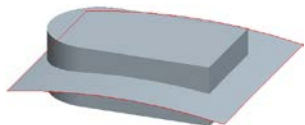

图 6.6.9 拉伸 2
Step2. 创建图 6.6.9 所示的拉伸 2。
- (1) 在操控板中单击“拉伸”按钮，在操控板中按下“曲面”类型按钮.
- (2) 右击，从菜单中选择“定义内部草绘...”命令。草绘平面为 DTM1 基准平面，DTM2 基准